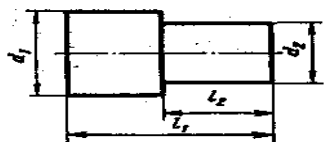

Рис. 2
Условие: при расчете на прочность получено (рис. 2): $d_1 = 38,6$ мм, $d_2 = 15,1$ мм, $l_1 = 61,5$ мм, $l_2 = 24,2$ мм.
1. Выбрать номинальные размеры диаметров и длин валов (см. рис. 2) по указанному ряду предпочтительности, если при расчете размеров деталей получены следующие значения: